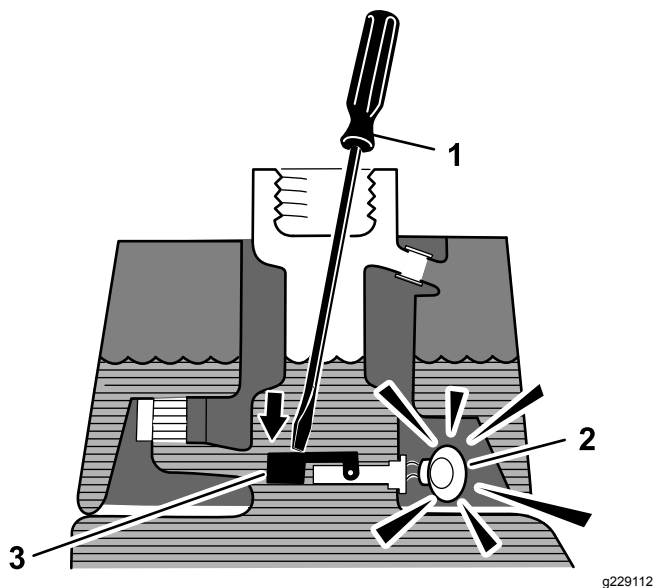

Figura 42
3. Inserite un'asta o un cacciavite puliti nel collo del bocchettone e spingete delicatamente verso il basso l'interruttore di flottazione (Figura 42); l'allarme dovrebbe suonare dopo un ritardo di 1 secondo.